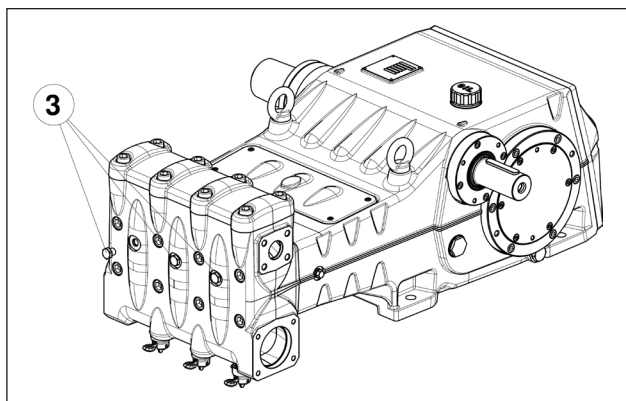

Fig. 11
Qualora si verificassero problemi di adescamento a causa di una insufficiente alimentazione è possibile intervenire rimuovendo i tre tappi frontali alla testata (esclusa la versione LK36) come indicato in pos. ③ Fig. 11.